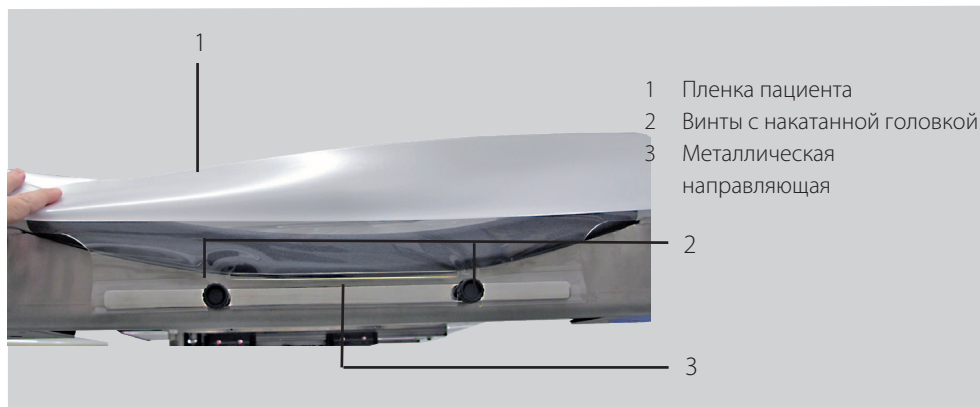

Рис. 8-1 Стандартные направляющие с винтами
- Вставить металлическую направляющую в пленку пациента (рис. 8-1).
- Надеть язычки на nipples, как указано на рис. 8-1, используя для этого соседние отверстия.